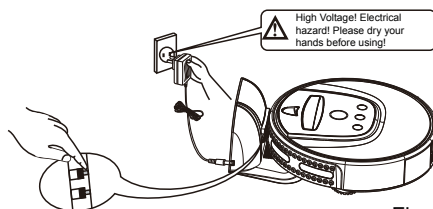

Figure 2
3. Перед зарядкой включите робот и подключить адаптер к док-станции. Убедитесь, что робот-пылесос упирается в зарядную станцию(См. рисунок 2)